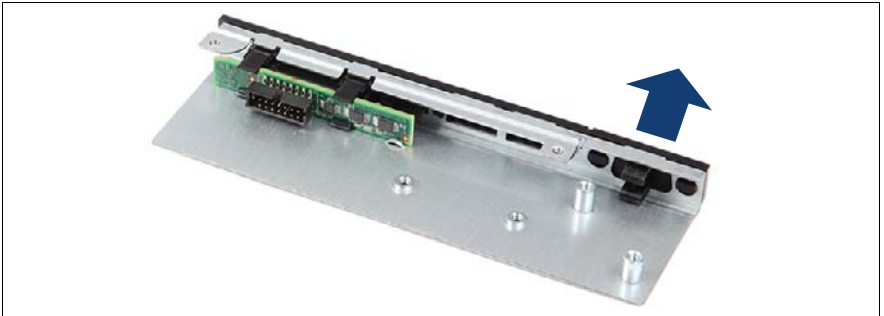

図 202: ダミーカバーの取り外し
- ▶ リリースタイを引っ張ります (1)。
- ▶ 2 本のネジを外し (2)、前面 VGA ボードを取り外します (3)。
- ▶ ダミーカバーを取り付けます (図 202 を参照)。